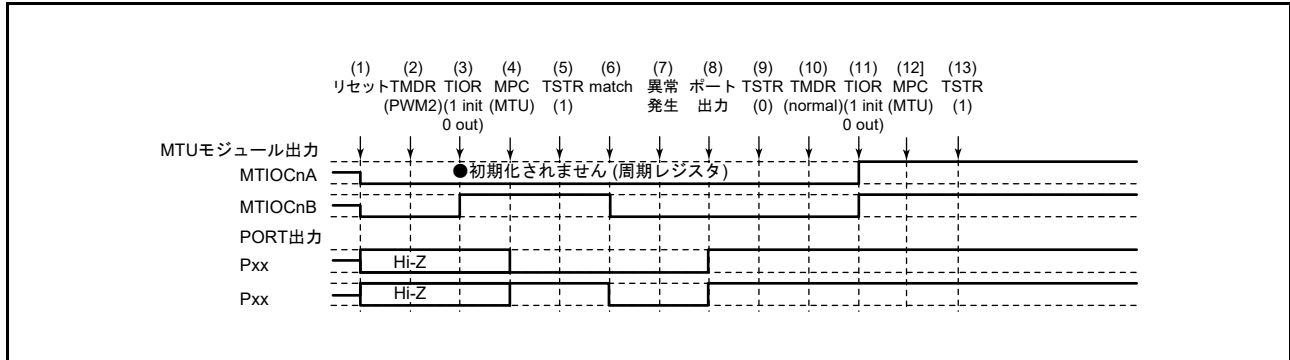

図 20.139 PWM モード 2 で異常が発生し、ノーマルモードで復帰する場合
PWM モード 2 で異常が発生し、再設定後ノーマルモードで再スタートする場合の説明図を図 20.139 に示します。
(1) ~ (9) は図 20.139 と共通です。
(10) PWM モード 1 を設定します。
(11) TIOR レジスタで端子を初期化してください。なお、PWM モード 1 では MTIOCnB (MTIOCnD) 端子に波形が出力されません。出力すべきレベルがある場合は、I/O ポートのポート方向レジスタ (PDR)、ポート出力データレジスタ (PODR) で汎用出力ポートの設定をしてください。
(12) MPC と I/O ポートのポートモードレジスタ (PMR) で MTU 出力としてください。
(13) TSTR レジスタで再スタートします。
(15) PWM モード 2 で動作中に異常が発生し、PWM モード 2 で再スタートする場合の動作
(1)～(9)は図 20.139 と共通です。
(10) PWM モード 2 で再スタートする場合には必要ありません。
(11) TIOR レジスタで端子を初期化してください。なお、PWM モード 2 では周期レジスタの端子に波形が出力されません。出力すべきレベルがある場合は、I/O ポートのポート方向レジスタ (PDR)、ポート出力データレジスタ (PODR) で汎用出力ポートの設定をしてください。
(16) PWM モード 2 で動作中に異常が発生し、位相計数モードで再スタートする場合の動作
(10) 位相計数モードを設定します。
(11) TIOR レジスタで端子を初期化してください。
(17) 位相計数モードで動作中に異常が発生し、ノーマルモードで再スタートする場合の動作